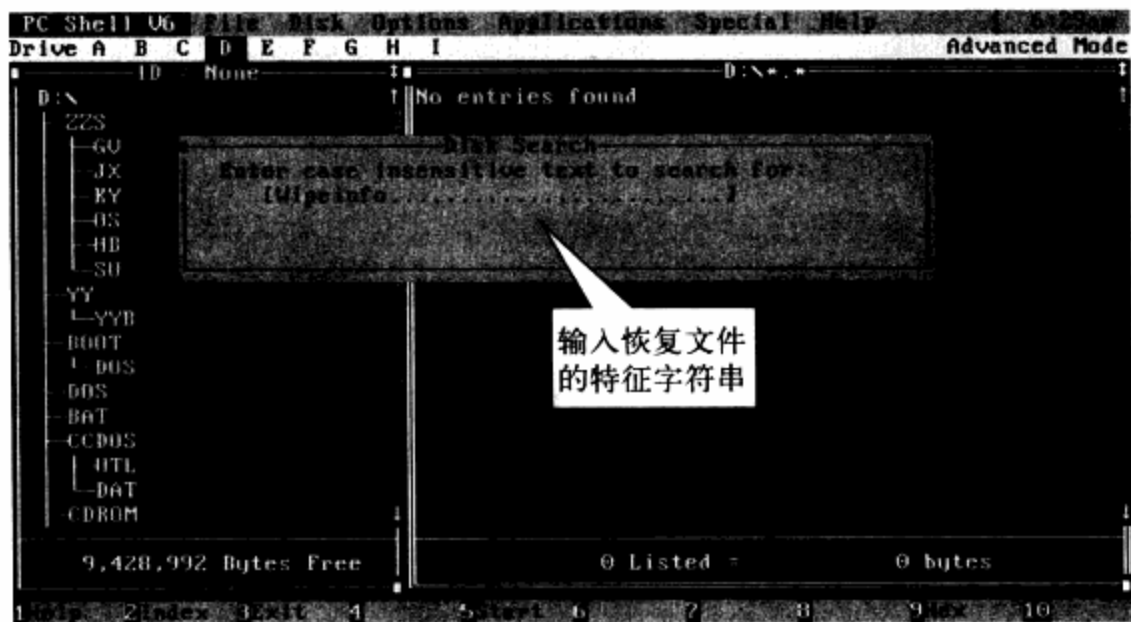

图13-36 输入待恢复文件的特征字符串
**步骤 02** 选定目标盘符,按Enter键,然后按Alt+D组合键,弹出Disk子菜单。选择该子菜单中的Search Disk选项,待屏幕上出现要求用户输入查找特征串的子菜单后,输入特征字符串。如图13-36所示。